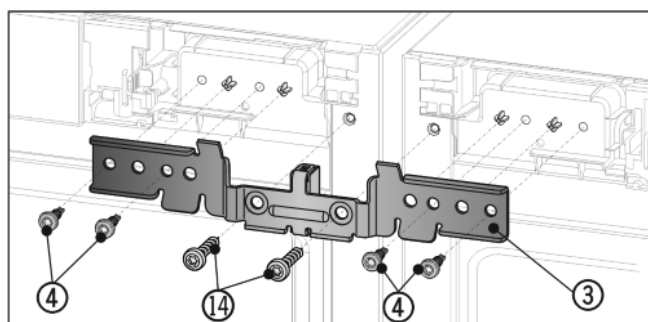

Fig. 7
- ▶ Tolja a rögzítővasat Fig. 7 (3) és a távtartót a készülékek közé és rá a csapra. Csavarozza fel lazán a rögzítővas jobb és bal oldalát a négy csavarral Fig. 7 (4) és a korábban kitért földelőcsavarokkal Fig. 7 (14) felváltva.